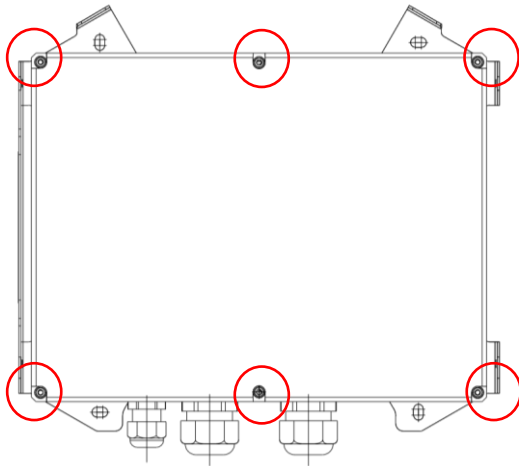

Abbildung 9: Verschluss des Elektrokleinverteilers
1. Setzen Sie die Abdeckung des Elektrokleinverteilers auf. Achten Sie darauf, dass keine Kabel zwischen Kleinverteiler und Deckel eingeklemmt sind. Nun schrauben Sie die 6 Schrauben mit einem Kreuzschlitzschraubendreher ein. Decken Sie die Öffnungen für die Schrauben mit den dafür vorgesehenen Abdeckungen ab. (Abbildung 9).